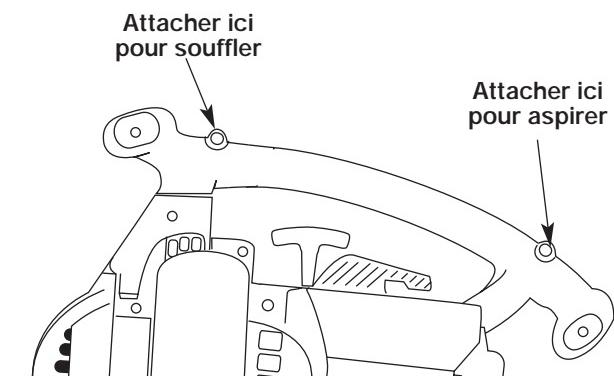

Fig. 8
3. Encluez le clip dans le support de fixation à l'avant ou à l'arrière de la poignée. Attachez à la partie antérieure de la poignée lorsque vous servez de la machine dans sa configuration souffleur, et attachez à la partie postérieure de la poignée lorsque vous servez de la machine en configuration aspirateur (Fig. 8).